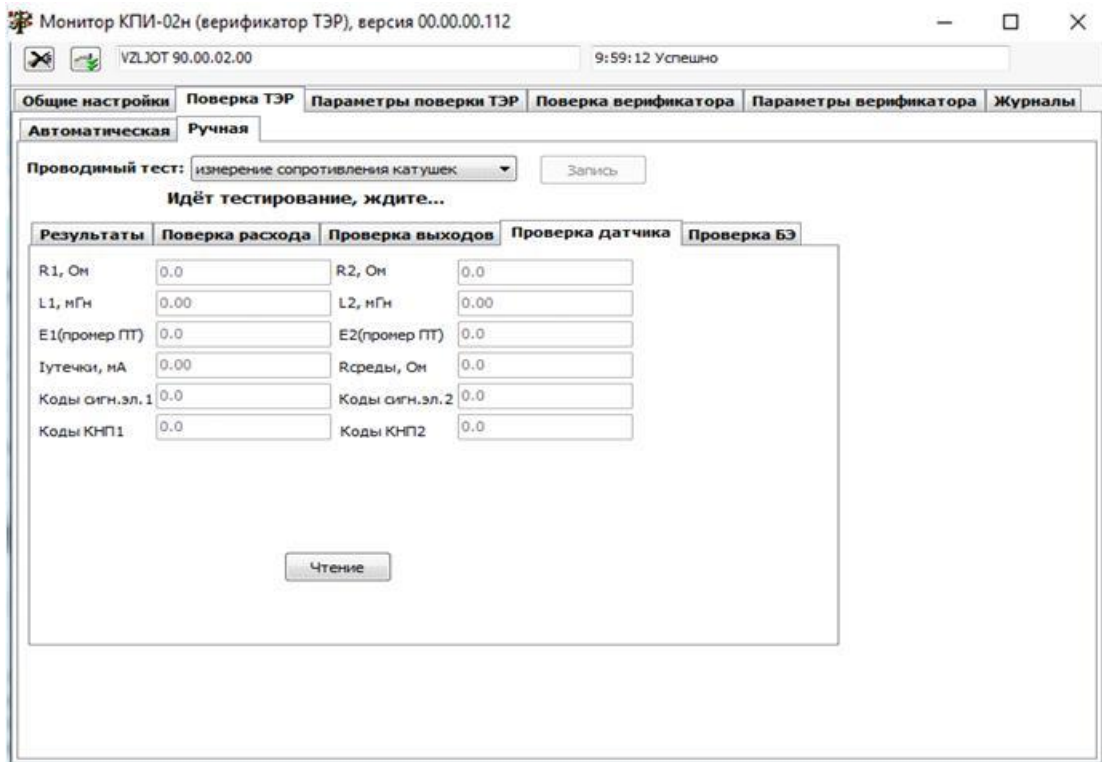

Рис.16. Вкладка «Поверка ТЭР» в ручном режиме.
4.2.4. Проведение поверки ТЭР в ручном режиме при помощи программы «Монитор КПИ-02» проводится аналогично проведению поверки с клавиатуры КПИ. В выпадающем окне **Проводимый тест:** выбирается конкретный вид теста или проверки и нажимается кнопка **Запись**. Ход тестирования сопровождается соответствующим сообщением (рис.16).